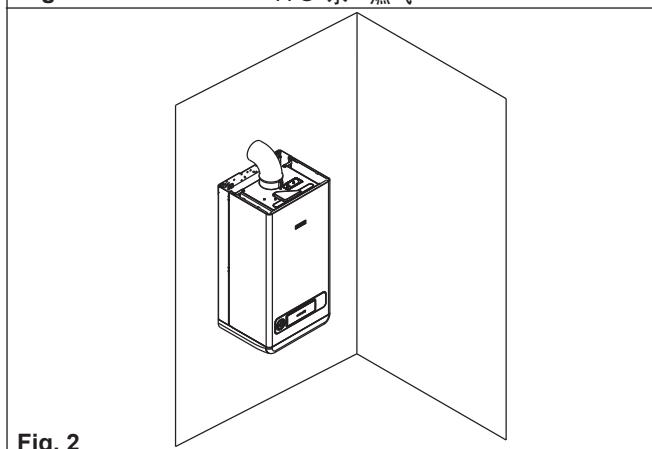
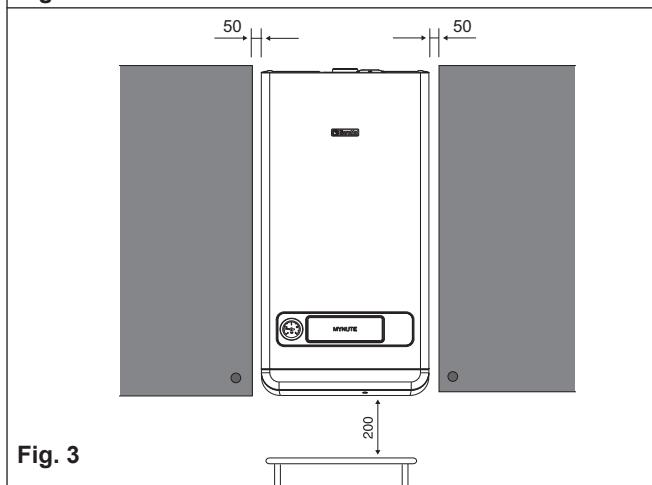

Fig. 2
Fig. 3
- MYNUTE N 锅炉可以安装在室内 (Fig.2) 或有防护设置的室外空间 (Fig.3), 锅炉不得直接裸露于室外安装。